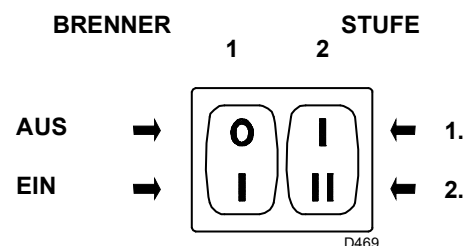
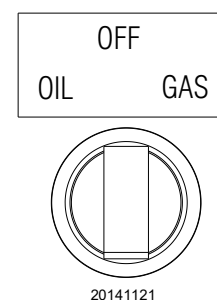

Abb. 30
Abb. 31
Den Brenner in der 1. Stufe in Betrieb halten, indem der Schalter 2)(Abb. 30) in die Position der 1. Stufe gestellt wird. Die Einstellung der Gebläseklappe erfolgt über den orangefarbenen Hebel des Stellantriebs („Einstellung des Stellantriebs“ auf Seite 32).
Stellen Sie den Schalter 2)(Abb. 30) auf die 2. Stufe. Die Einstellung der Gebläseklappe erfolgt über den roten Hebel des Stellantriebs („Einstellung des Stellantriebs“ auf Seite 32).
Schließen Sie die Kontrollvorrichtungen und zünden Sie so den Brenner, drehen Sie dazu den Schalter 1)(Abb. 30) in die Position „EIN“ und den Wählschalter des Brennstoffs auf die Position „OIL“ (Abb. 31).
Die Pumpe ist eingeschaltet, wenn aus der Schraube 3)(Abb. 23 auf Seite 23) Heizöl austritt. Stoppen des Brenners: Schalter 1)(Abb. 30) auf „AUS“ stellen und die Schraube 3) einschrauben.
- den Schalter 1)(Abb. 30 auf Seite 29) auf „**BRENNER GEZÜNDET**“ stellen;
- den Schalter 2)(Abb. 30 auf Seite 29) auf „**1. STUFE**“ stellen;
Den Schalter 2)(Abb. 30) in die Position der 2. Stufe stellen: der Stellantrieb wird die Luftklappe bis auf den vorher für Heizöl eingestellten Wert öffnen und das Öffnen des Gasventils der 2. Stufe VR2 steuern.
Den Schalter 2)(Abb. 30 auf Seite 29) in die Position der 1. Stufe stellen: der Stellantrieb wird die Luftklappe bis auf den vorher für Heizöl eingestellten Wert schließen und das Öffnen des Gasventils der 1. Stufe VR1 steuern.